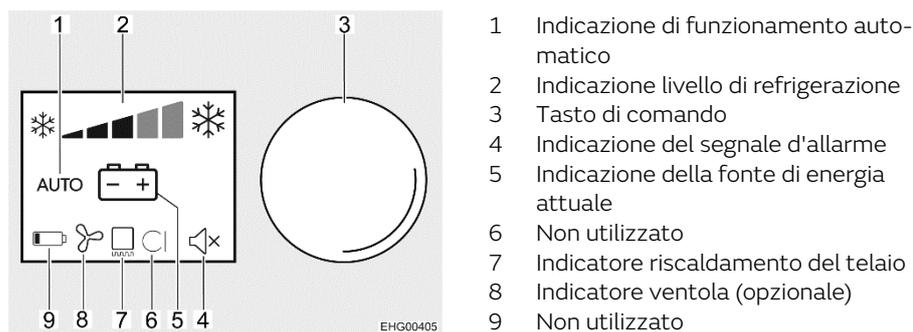

Fig. 240 Display TFT
Le modalità di funzionamento e le impostazioni vengono mostrate sul display TFT (Fig. 240) o LED (Fig. 241) presente tra frigorifero e freezer.
Maggiore è la potenza refrigerante impostata per il frigorifero, maggiore è il numero di barre visualizzato nell'indicatore del livello di refrigerazione (Fig. 240,2 o Fig. 241,2).
- Premere per circa 2 secondi il tasto di comando (Fig. 240,3). Il frigorifero si accende con le ultime impostazioni selezionate.
- Ruotare il tasto di comando, finché viene visualizzato il livello di refrigerazione desiderato (Fig. 240,2).
- Ruotare il tasto di comando, finché non viene visualizzata la modalità di funzionamento desiderata (Fig. 240,1 e 5).
- Accensione/spengimento del riscaldamento del telaio (RT):**
- Ruotare il tasto di comando finché il riscaldamento del telaio (Fig. 240,7) non è attivato o disattivato.
- Premere per circa 4 secondi il tasto di comando (Fig. 240,3). Il frigorifero si spegne. Cancellare tutte le indicazioni.